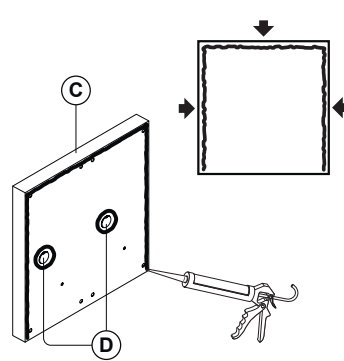

fig. 3
⚠ In order to prevent water ingress we highly recommend using a silicon sealant between the wall and the back box **(C) ON THE LEFT, TOP AND RIGHT SIDES ONLY AND AROUND ALL HOLES **(D)**. DON'T USE SILICON SEALANT ON THE BOTTOM SIDE OF THE BACK BOX (Fig.3);**
⚠ Per prevenire infiltrazioni d'acqua si consiglia vivamente di apporre del silicone tra il muro e la scatola da superficie **(C) SOLAMENTE SUL LATO DESTRO, SINISTRO E SUPERIORE E INTORNO AI FORI PREFORMATI **(D)**. NON APPORRE IL SILICONE SUL LATO INFERIORE DELLA SCATOLA DA SUPERFICIE (Fig.3);**
⚠ Afin de prévenir l'infiltration d'eau, nous recommandons vivement l'utilisation d'un joint d'étanchéité en silicone entre le mur et le boîtier arrière (C) SUR LES CÔTÉS GAUCHE, SUPÉRIEUR ET DROIT UNIQUEMENT ET À L'INTÉRIEUR DE TOUS LES TROUS (D). NE PAS UTILISER DE SCELLANT SILICONE SUR LE CÔTÉ INFÉRIEUR DE LA PLAQUE (Fig. 3) ;